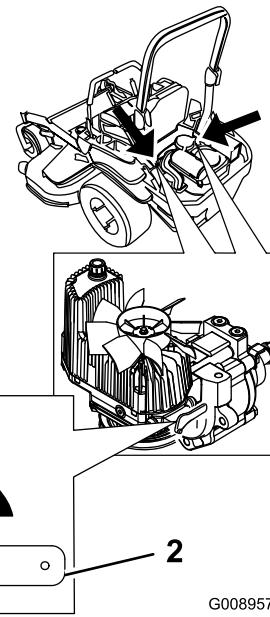

Figura 38
2. Ruotate verticalmente le leve delle valvole di rilascio per spingere la macchina (Figura 38).
4. Ruotate orizzontalmente le leve delle valvole di rilascio per guidare le macchina (Figura 38).